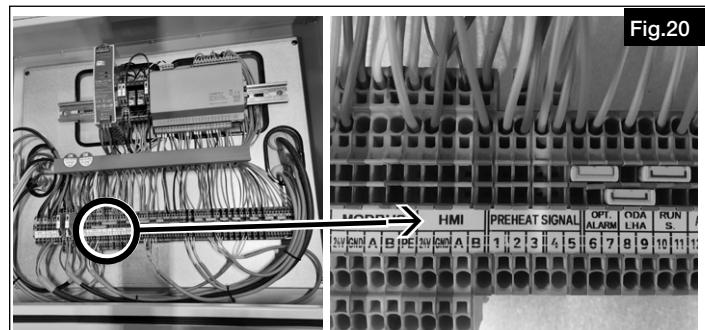

Fig.20
3. Connecter le câble de la commande à distance aux bornes entourées (voir Fig.20) dans le coffret électrique (voir schéma de raccordement).